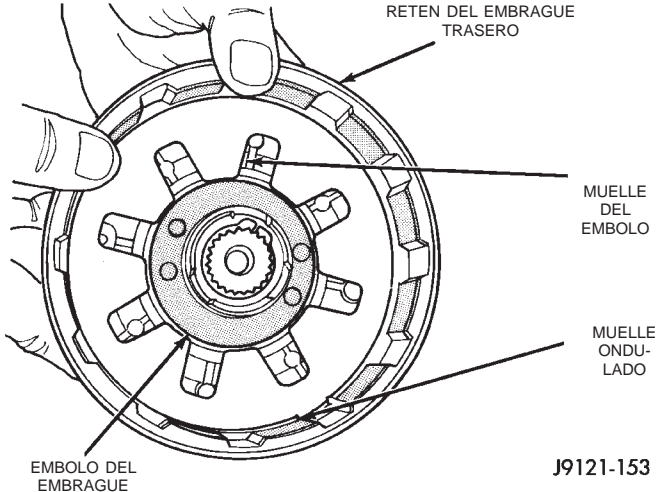

Fig. 142 Posición del muelle del émbolo/muelle ondulado
(9) Instale el muelle del émbolo en el retenedor y sobre el émbolo (Fig. 142). El lado cóncavo del muelle mira hacia abajo (hacia el émbolo).
(10) Instale el muelle ondulado en el retenedor (Fig. 142). Asegúrese de que el muelle esté completamente asentado en la acanaladura del retenedor.